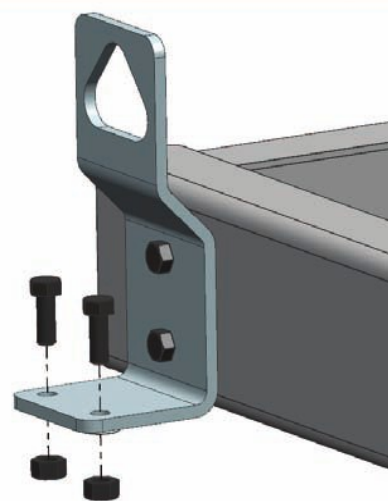

figure 2
- 2: Soulevez l'ensemble en utilisant les quatre crochets de levage et posez le sur le véhicule. Centrez l'appareil et glissez le vers l'avant jusque le support de rampe touche le véhicule. Fixer l'ensemble sur le véhicule (fig. 2).